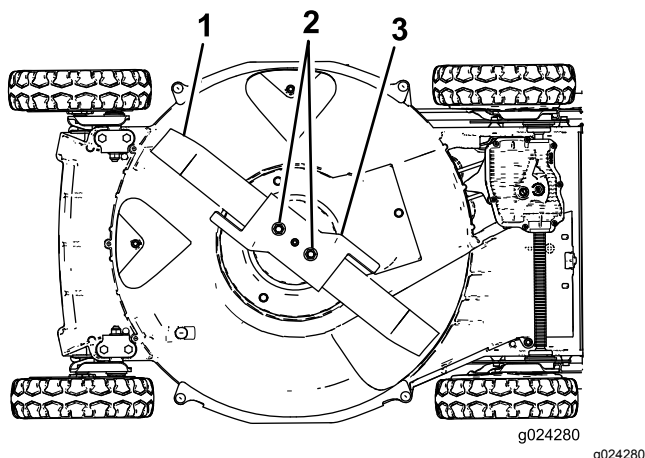

Figura 28
5. Vuelque la máquina hacia su lado **derecho** (limpiador de aire hacia arriba), según se muestra en Figura 28.